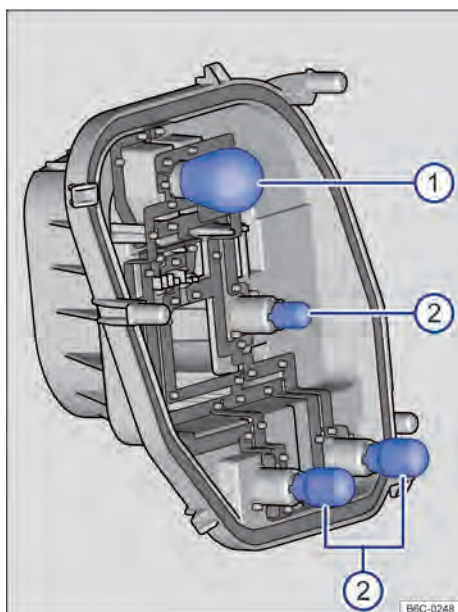

Fig. 139 Grupo óptico trasero: quitar las lámparas
11. Para desmontar las lámparas de incandescencia quemadas: → fig. 139 ⓘ presionar la lámpara contra el alojamiento y girar en sentido antihorario.
- rario. ② Tirar de la lámpara de incandescencia en el sentido contrario al alojamiento.
13. Para insertar las lámparas nuevas en el soporte de las lámparas, introduzca la nueva lámpara en el alojamiento: → fig. 139 (A) presionar la lámpara y girarla en sentido horario hasta el tope. (B) presionar la lámpara en el sentido del alojamiento hasta el tope.